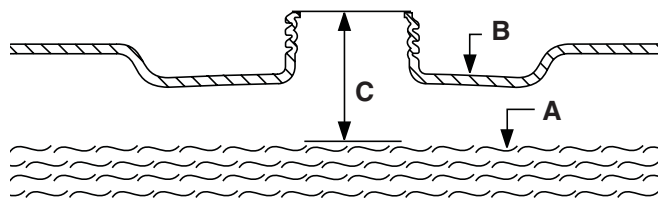

Figura 2 – Expansión del Combustible
2. Añada lentamente gasolina sin plomo (A) al depósito de combustible (B). NO añada combustible en exceso. Deje aproximadamente 4 cm (1,5”) de espacio en el depósito (C) para permitir la expansión del combustible, como se muestra en la Figura 2.